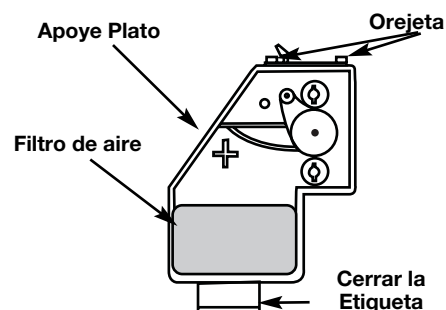

Fig. 49
7. Instale de nuevo la tapa del filtro de aire. Haga coincidir las ranuras que hay en la parte superior de la tapa del filtro de aire con las lengüetas de la parte superior de la placa posterior (Fig. 49).